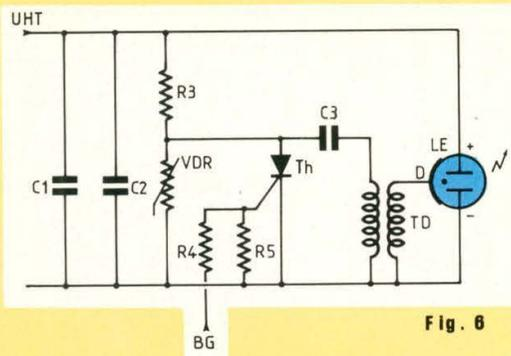
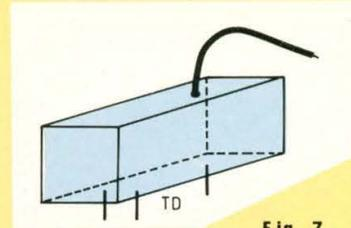

Fig. 6
Fig. 7
b) Le dispositif de déclenchement (fig 6). Un transformateur d'impulsion TD (fig 7) élévateur de tension permet d'obtenir les quelques milliers de volts nécessaires. L'impulsion au primaire est produite par la décharge du condensateur C3 à travers le thyristor Th amorcé par le circuit de commande à l'instant de l'étincelle à la bougie. VDR limite la tension aux bornes du thyristor à 220 V tout en stabilisant UHT. Pour ne pas allonger la durée de recharge de C3 cette capacité a été choisie assez faible : 10 nF ; ce qui suffit au type de TD indiqué. Avec un autre type, C3 pourrait devoir être augmentée.
d) Il faut maintenant ajouter au montage le reste du circuit de la fig 6 ce qui va permettre de déclencher un éclair en appliquant la tension de 12 V à la borne de commande de gachette BG.